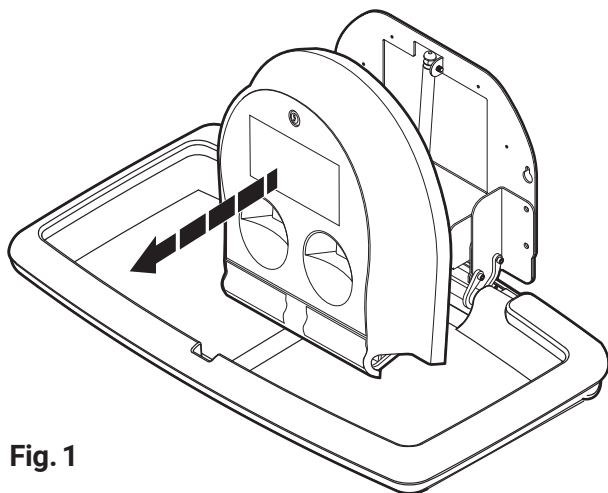

Fig. 1
- Retirar la cama y el marco del cartón, luego abrir el cambiador levantando el marco y retirar el dispensador de sábanas **Fig. 1**